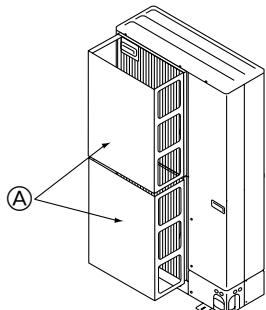

Fig. 2-15
- ① Monter en luftlededeplade (ekstraudstyr), hvis enheden installeres på et sted, hvor kraftig blæst fra stormvejr osv. kan komme direkte ind i luftudblæsningen. (Fig. 2-15)